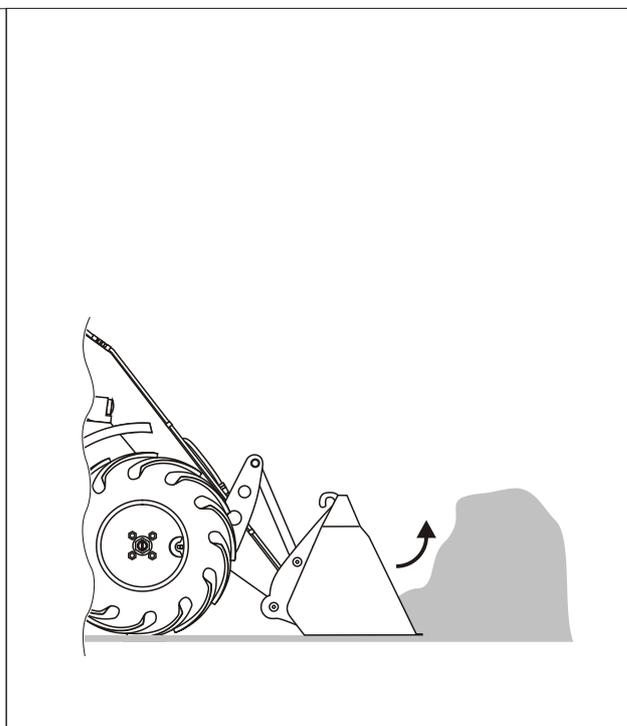

FIG. 33
- 4) После того, как стандартный ковш погрузился в землю, уменьшите угол наклона стандартного ковша относительно земли (**см. РИС. 33**), чтобы избежать чрезмерных усилий по продвижению машины и проскальзыванию колеса.